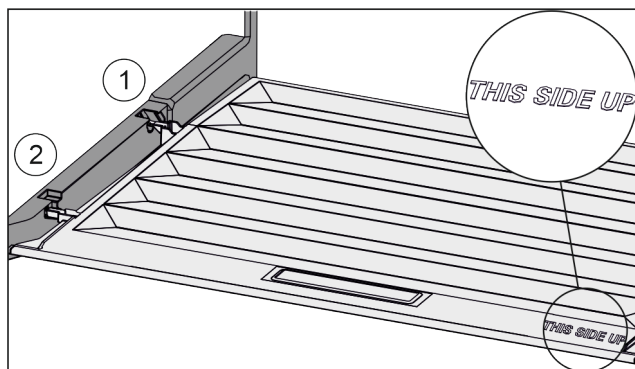

Fig. 90
- ▶ Вставити поперечні ребра через отвір заднього тримача Fig. 90 (1) і зафіксувати спереду у тримачі Fig. 90 (2).